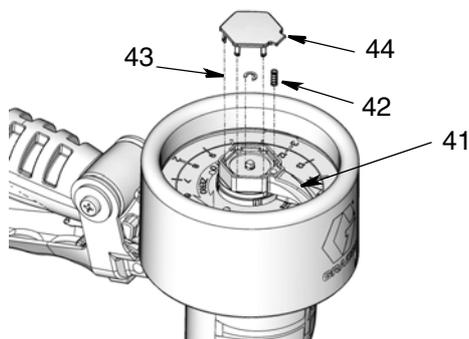

FIG. 25
6. Instale el anillo de retención pequeño (43), la clavija del puntero (41) y el resorte del puntero (42). Monte la tapa (44). (FIG. 25).